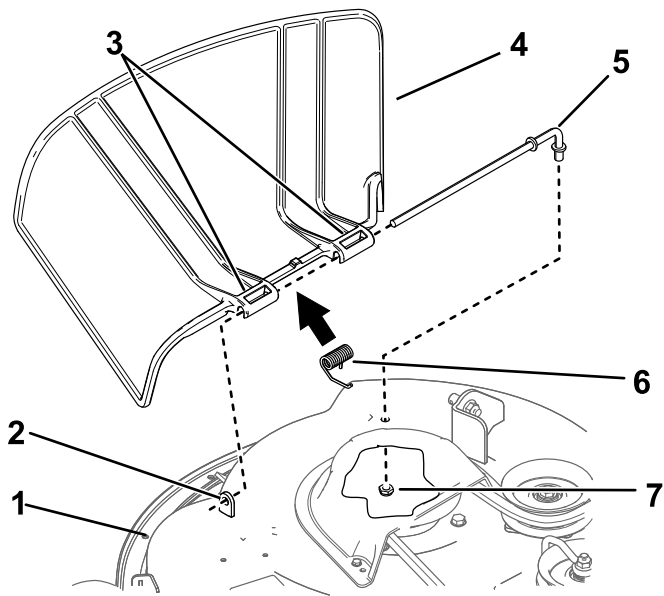

Figure 68
- Retirez l'écrou ($\frac{3}{8}$ po) de la tige, sous le tablier de coupe (Figure 68).
- Sortez la tige de la courte cheville de positionnement, du ressort et du déflecteur d'herbe (Figure 68).
- Montez le nouveau déflecteur d'herbe (Figure 68).
- Insérez la tige dans le second pivot du déflecteur d'herbe (Figure 68).
- Fixez l'extrémité arrière de la tige dans le tablier de coupe à l'aide d'un écrou (3/8 po), comme montré à la Figure 68.